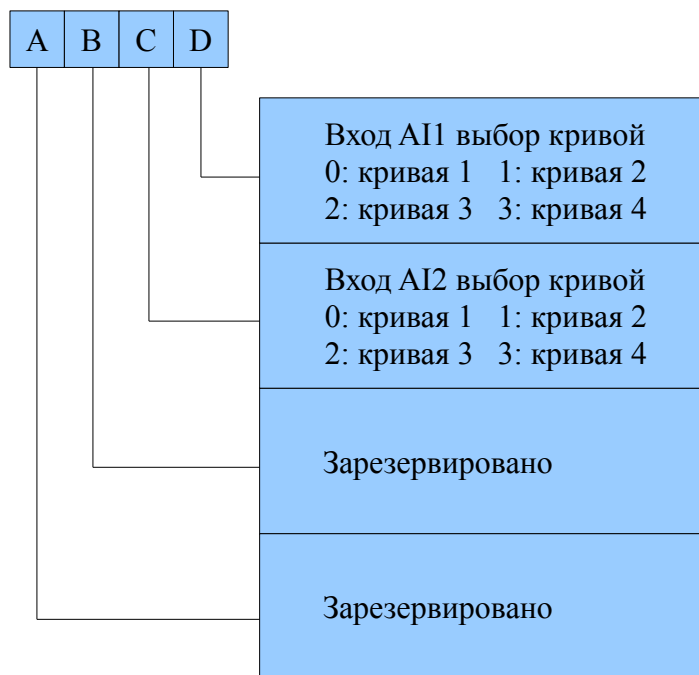

Рис. 6-9. Выбор кривой частоты
Значение аналогового входа (A) приводится в процентном соотношении без единиц, при этом 100% соответствует 10 В или 20 мА. Импульсная частота (P) также приводится в процентном соотношении без единиц, 100% соответствует максимальной частоте импульсов, определяемой в А6.10. Постоянная времени фильтра, используемая относительным выбором, определяется в А6. А3.00 и используется для выбора кривой аналогового входа и кривой импульсного входа, как показано на рис. 6-9.